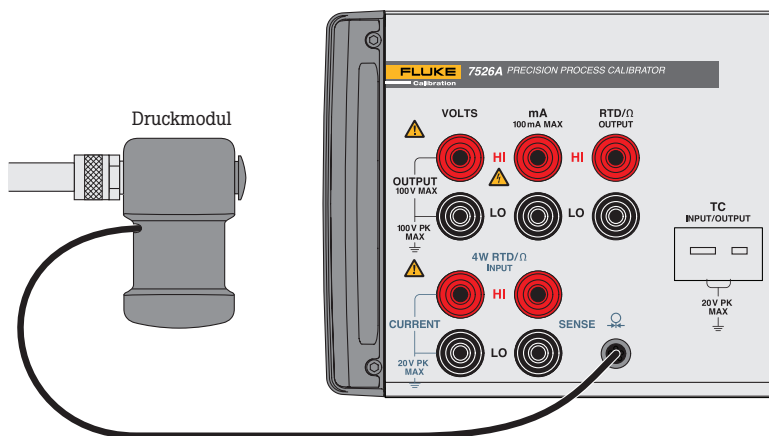

Abbildung 3. Anschluss des Druckmoduls.
1. Schließen Sie das Druckmodul der Serie 700 von Fluke wie in Abbildung 3 dargestellt an.